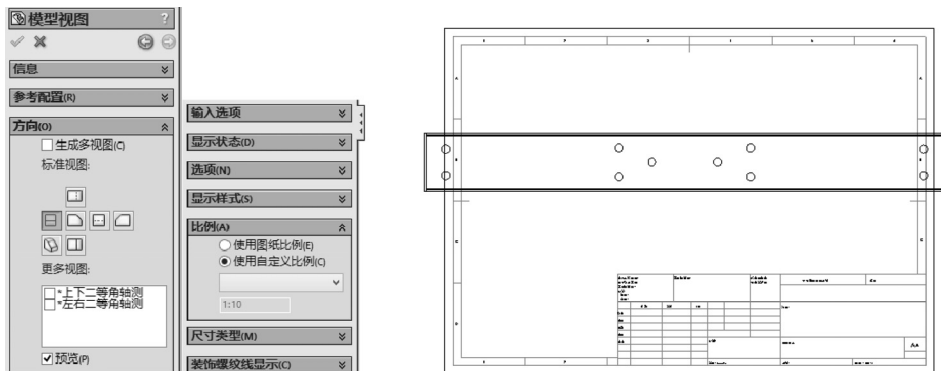

图 7-44 创建“右视”自定义比例模型视图操作
STEP 2 系统打开“模型视图”属性管理器,在“方向”卷展栏中设置视图方向为“右视”,在“比例”卷展栏中设置视图比例为 1:10,然后在图纸绘制区单击创建一标准视图,如图 7-44 所示(视图太长,所以需要用到断裂视图)。